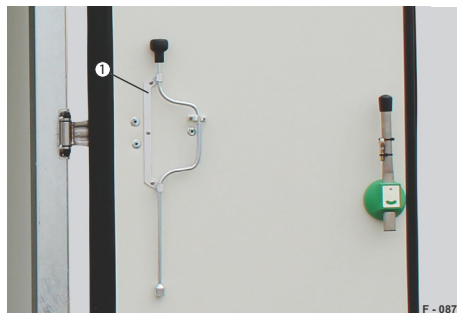

Abb. 29 Kurbel, gesichert
- Kurbel aus der Kurbelhalterung (Abb. 29/1) entnehmen.